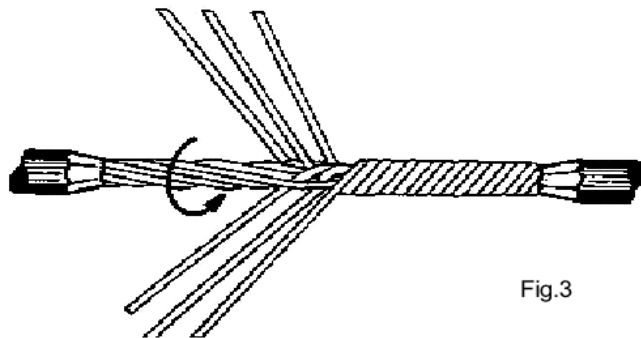

Fig.3
c) Retire a outra atadura e enrole os condutores do outro lado, como na anterior (Fig.3).